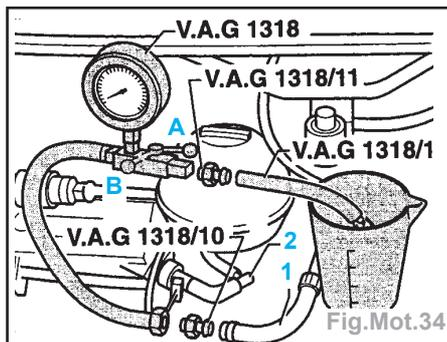

Fig.Mot.34
- Dévisser la conduite d'alimentation en carburant du raccord en T (**2**) (Fig.Mot.34).
- Brancher le dispositif manométrique **V.A.G 1318** avec l'adaptateur **V.A.G 1318/10** sur la conduite d'alimentation en carburant (**1**) (Fig.Mot.34).
- Ouvrez le robinet d'arrêt du dispositif manométrique. Le levier est alors orienté dans le sens du débit (**A**) (Fig.Mot.34).
- Fermer le robinet d'arrêt du dispositif manométrique (levier perpendiculaire au sens du débit) **(B)** (Fig.Mot.34).